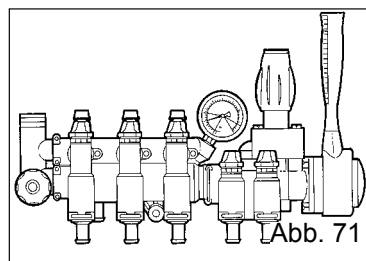

Abb. 71
- mit manueller Steuerung (Abb. 71).